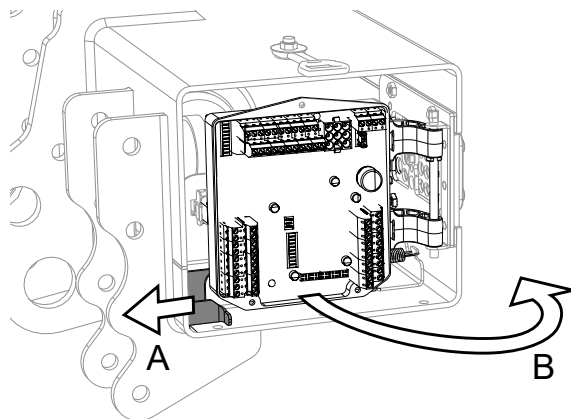
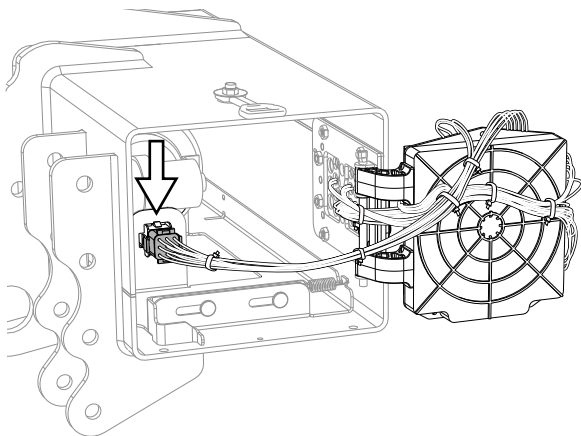

Imagen 20. Mando de liberación
Imagen 21. Conector
3. Desplegar la tarjeta de control/tarjeta del relé (B) y aflojar el cableado del conector de la unidad hidráulica, véanse Imagen 20 y Imagen 21.